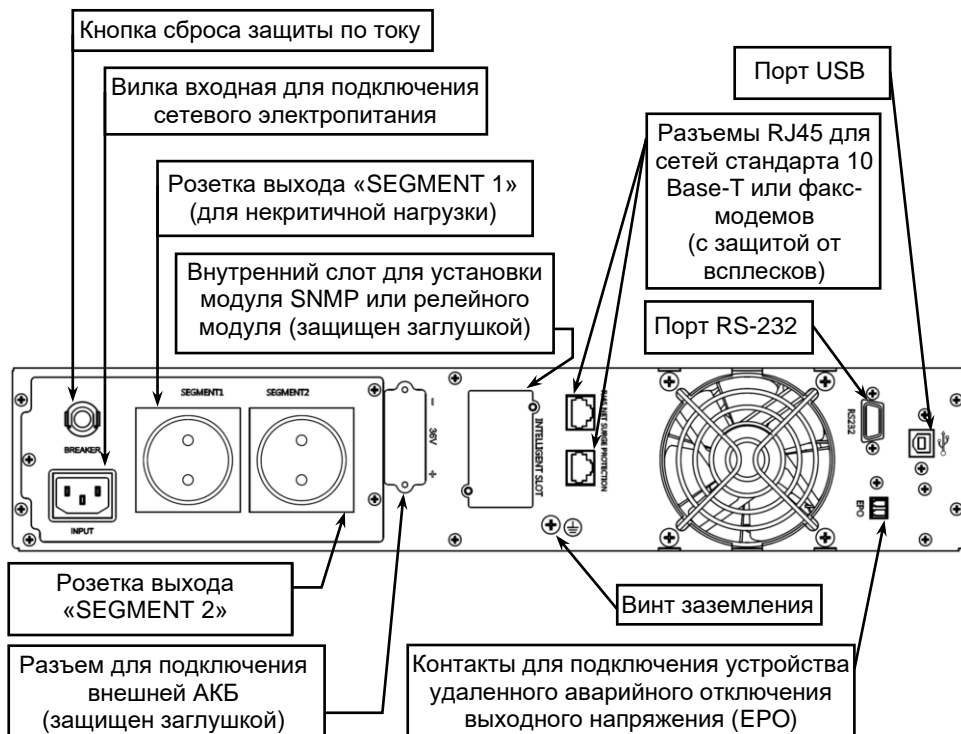

Рисунок 2 – Общий вид задней панели изделия
- вентилятор охлаждения и разъемы коммутационных портов (см. рисунок 2);
Соедините винт заземления изделия (см. рисунок 2) с контуром заземления телекоммуникационного шкафа перемычкой заземления (в комплект поставки не входит).
- подключите к выходным розеткам изделия кабели питания нагрузок (см. рисунок 2);
Изделие также оснащено интеллектуальным слотом (см. рисунок 2), предназначенным для установки модуля SNMP или модуля реле. Использование SNMP или релейного модуля обеспечивает расширенные возможности связи и мониторинга изделия.